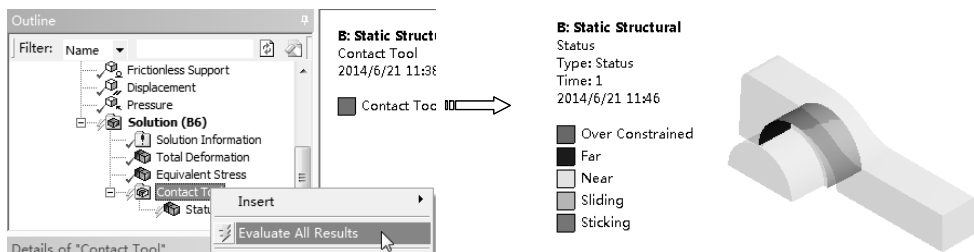

图 8-63 接触状态分析云图
5) 选中【Contact Tool】节点，单击鼠标右键，在弹出的快捷菜单中选择【Evaluate All Results】命令，然后单击【Contact Tool】项下的【Status】节点，显示接触状态云图，如图 8-63 所示。